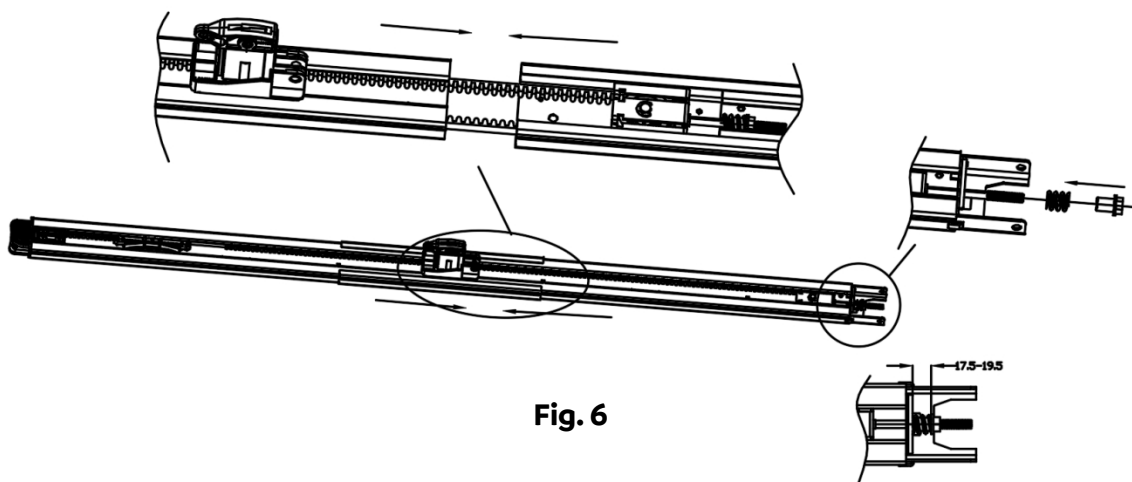

Fig. 6
3. ****Conforme a Fig. 6, una as duas peças de trilhos com a manga, depois aperte a porca na posição correta como mostrado**** .